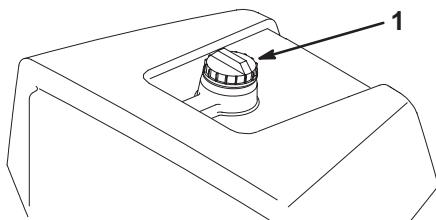

Figure 16
- Nettoyez la surface autour du bouchon du réservoir de carburant et enlevez le bouchon (Fig. 16). Ajoutez suffisamment d'essence ordinaire sans plomb pour que le niveau se trouve à 25 mm au-dessous de la base du goulot de remplissage. L'espace au-dessus doit rester vide pour permettre à l'essence de se dilater. Ne remplissez pas le réservoir complètement.